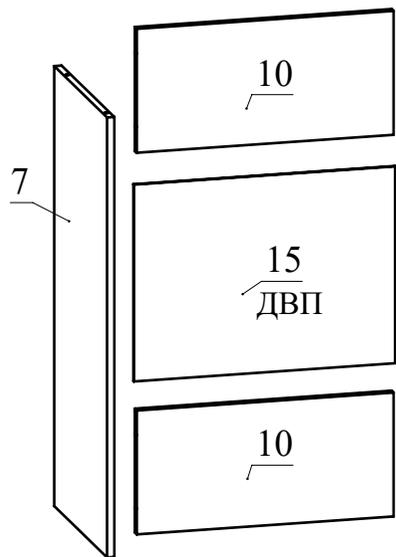

Рис.5
4. Установите детали 10 на деталь 7 и затяните головки минификсов по часовой стрелке до упора. Между деталями 10 вставьте заднюю стенку 15 из ДВП (Рис. 5).